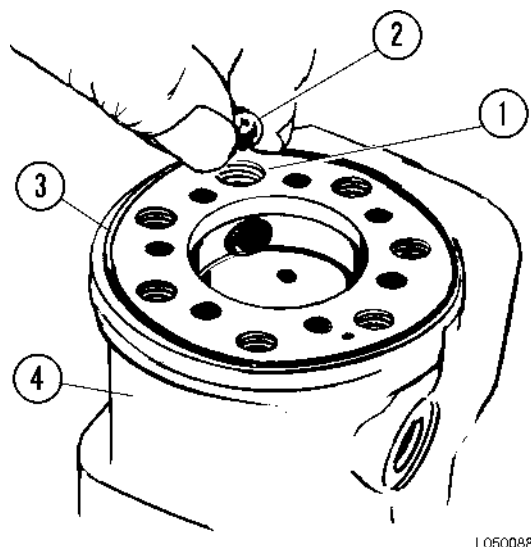

FIGURA 5-12. MONTAJE DE LA BOLA DE RETENCIÓN
10. Monte la bola de retención en el orificio que se muestra en la Figura 5-12. Monte y apriete levemente el buje roscado.
11. Lubrique el O-Ring (3) con Vaselina y móntelo en la ranura de la caja.